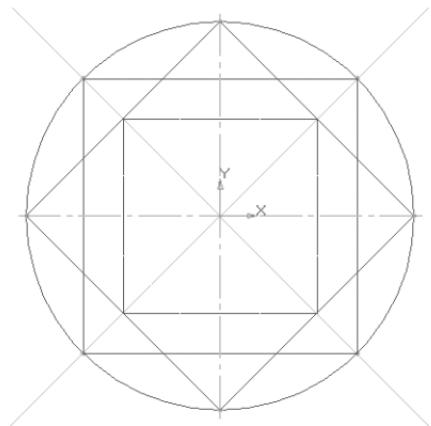

Рис. 75
- соедините точки пересечения ромба и вспомогательных прямых линий с помощью непрерывного ввода объекта (рис. 75);